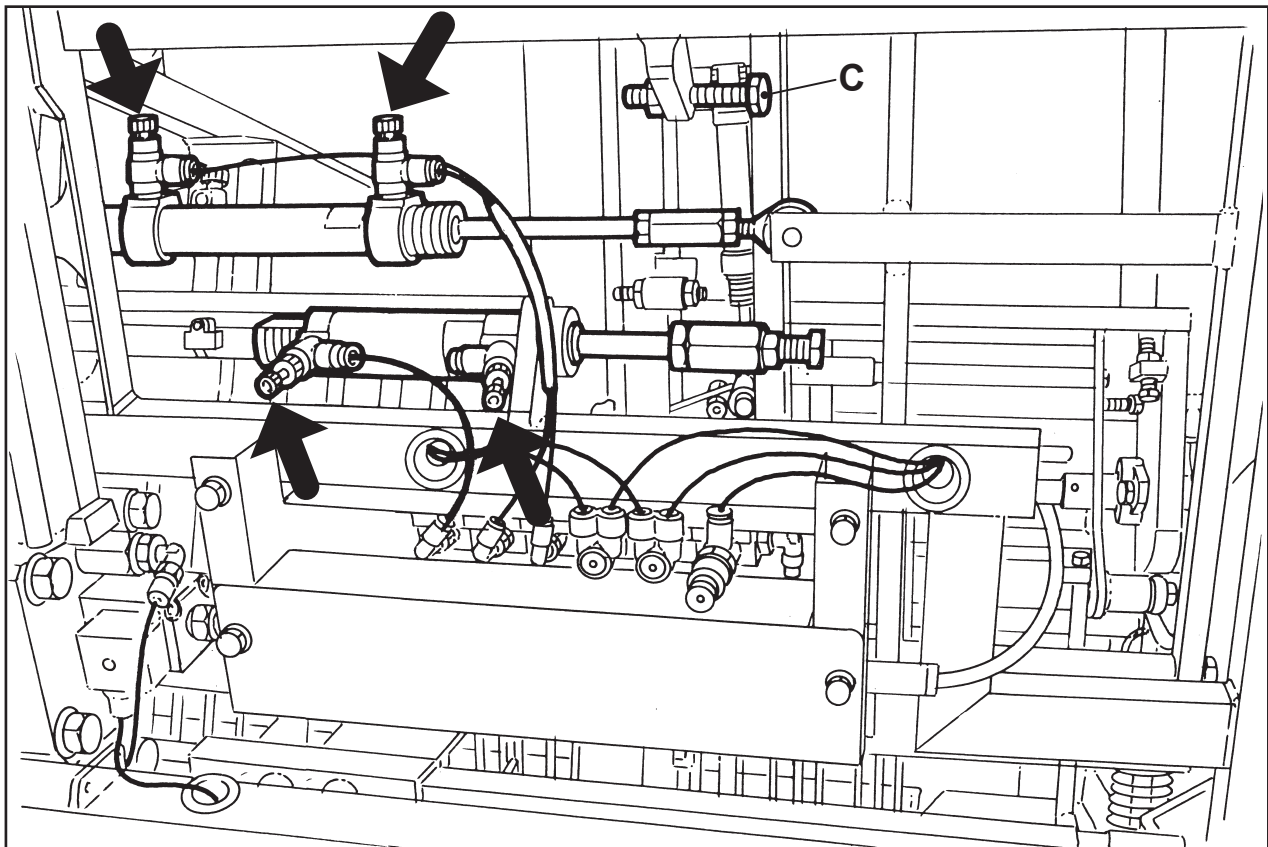

Fig. 2
- En appuyant sur la touche (B) on active le déplacement à droite ou à gauche du convoyeur ; pendant cette phase, vérifier que la vitesse de déplacement ne crée pas d'impact violent contre les différents fins de course. (exemple Réf. C), dans le cas contraire, agir sur les goulots d'étranglement pneumatiques placés directement sur les cylindres (Fig. 2); en tournant dans le sens horaire la couse est ralentie, antihoraire, la vitesse est augmentée.
- Al pulsar la tecla (B) se activa el desplazamiento a la derecha o a la izquierda del transportador; en esta fase, comprobar que la velocidad de desplazamiento no comporte un impacto violento contra los distintos fin de carrera (p.ej., Ref. C), de no ser así, regular los estranguladores neumáticos (D) situados directamente en los cilindros (Fig. 2); en el sentido de las agujas del reloj disminuye la velocidad, en sentido contrario, aumenta.
- Sul campo (C) impostare il numero di righe del pannello.
- Sul campo (D) impostare il numero di colonne.
- Per adattare il valore del pannello alla macchina, premere il tasto SIMULATION (E) e si entra nel menù di simulazione, a questo punto inserire il pannello vuoto nelle guide facendo attenzione che vada ad appoggiare sui supporti (F).
- Premere START SIMULATION (G), il carrello inizierà a scendere per gradini; in questa fase verificare visivamente dalla parte posteriore che i perni degli espulsori (H) siano allineati con il foro inferiore dell'alveolo, questo per tutte le righe orizzontali del pannello (Fig. 2).